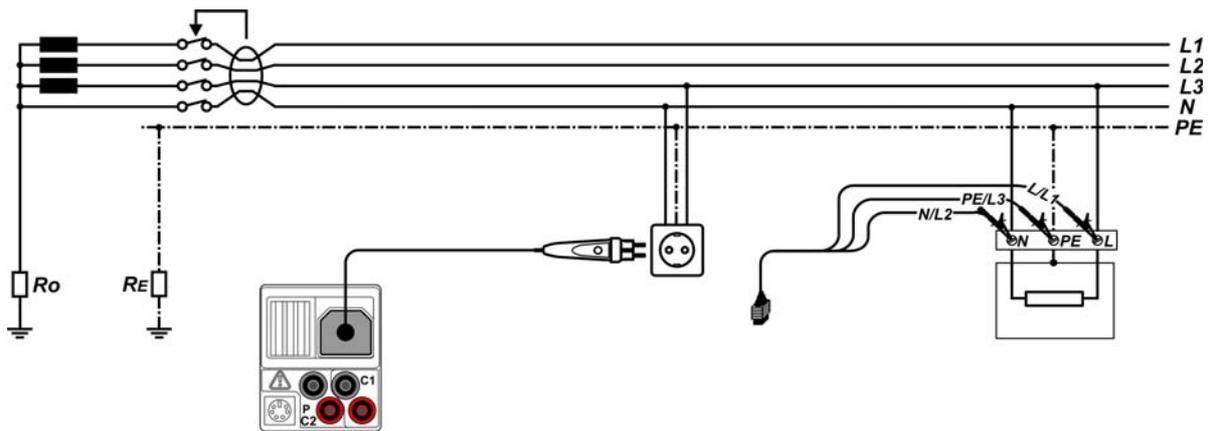

Bild 5.17: Anschluss des Plug Commanders (Netzsteckeradapter) und des Universalprüfkabels
- Schließen** Sie die Prüflitungen am Prüfling **an** (siehe Bild 5.17).
- Schließen** Sie die Prüfleitungen am Prüfling **an** (siehe Bild 5.17).
<ul style="list-style-type: none"> <input type="checkbox"/> Wählen Sie mit dem Funktionswahlschalter die Funktion RCD. <input type="checkbox"/> Setzen Sie die Unterfunktion auf AUTO. <input type="checkbox"/> Stellen Sie (bei Bedarf) die Prüfparameter ein. <input type="checkbox"/> Schließen Sie das Prüfkabel am Instrument an. <input type="checkbox"/> Schließen Sie die Prüflleitungen am Prüfling an (siehe Bild 5.17). <input type="checkbox"/> Drücken Sie die Taste TEST, um die Messung durchzuführen. 	Start der Prüfung